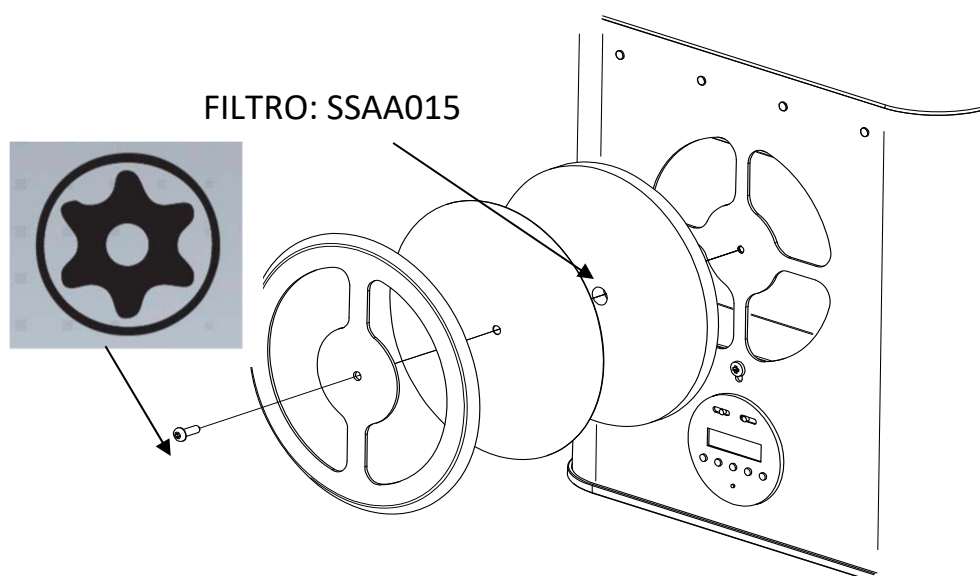

Fig.7
2. Asportare la parte anteriore della bocchetta dove è alloggiato il filtro. (Fig.7)
4. Ricollocare la parte anteriore della bocchetta nell'ordine mostrato in Fig.7.